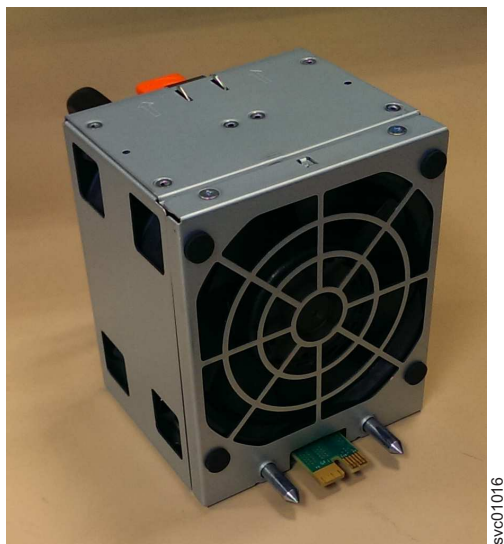

Abbildung 90. Lüftermodulausrichtung
1. Halten Sie das Lüftermodul so, dass der Lösehebel oben und der Kontaktstift unten ist (siehe Abb. 90 auf Seite 99).